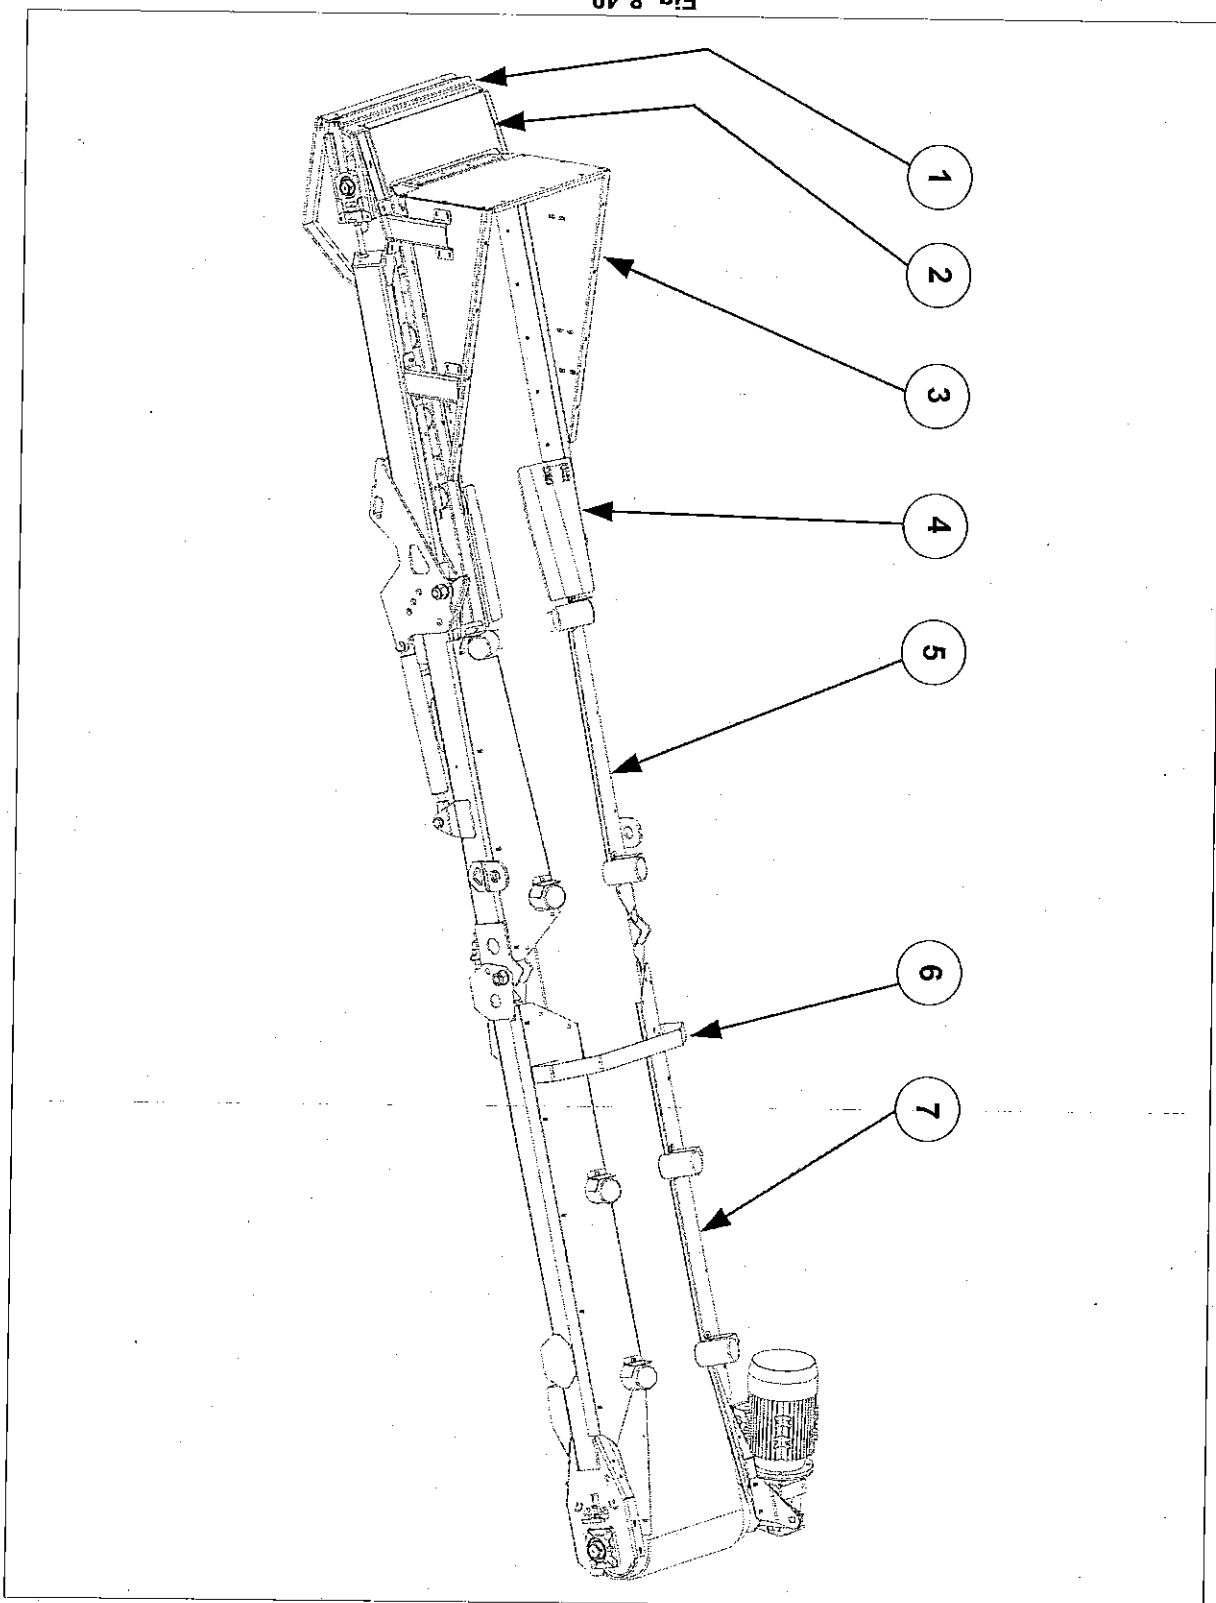

Fig. 8-49
- Rimuovere tutte le cofanature superiori fig. 8-49 particolari da 1 a 7.